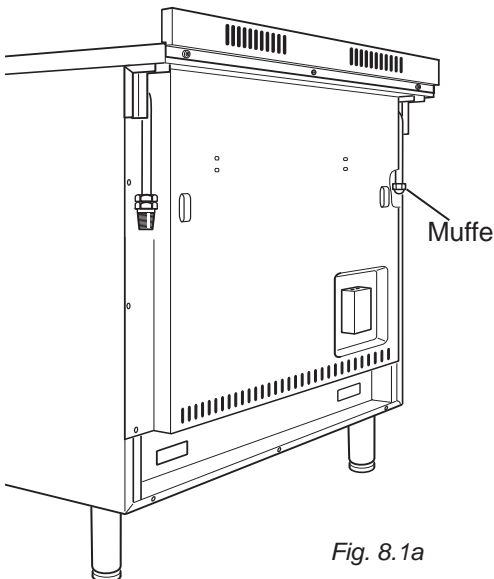

Fig. 8.1a
- Gastillförseln ansluts på apparatens baksida till gasröret till höger eller vänster. (Fig. 8.1a). Anslutningsslangen får inte kryssa apparatens baksida.